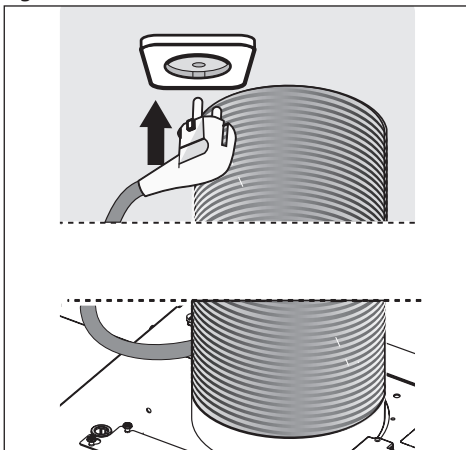

Fig.12
- Den Stromanschluss ausführen (Abb. 12).